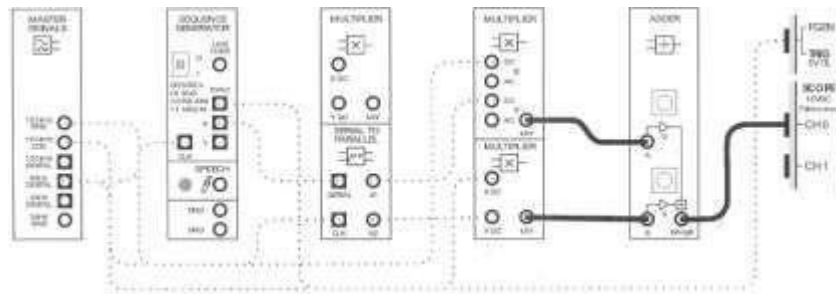

Figura 10.3
9. Modificar la configuración como se muestra en la figura 10.3, las líneas punteadas muestran los cables ya existentes.